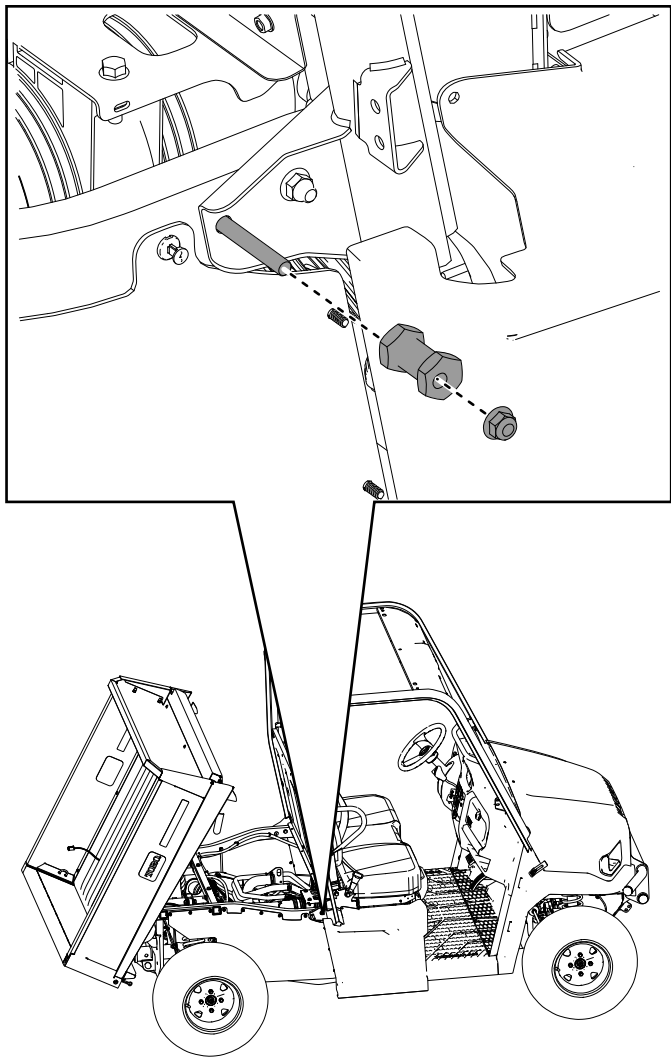

Figure 31
19. Installez les contre-écrous ($\frac{3}{8}$ ") et les goupilles de verrouillage retirés précédemment sur les tubes arrière droit et gauche du cadre (Figure 31).